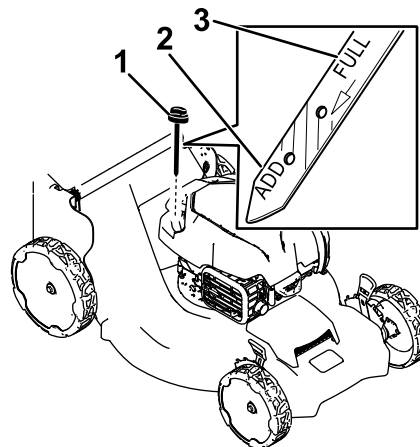

Figura 23
3. Scoateți joja rotind capacul în sens invers acelor de ceasornic și trăgându-l (Figura 23).
4. Înclinai maina pe o parte (astfel încât filtrul de aer să fie orientat în sus) pentru a scurge uleiul uzat din tubul de umplere cu ulei (Figura 23).